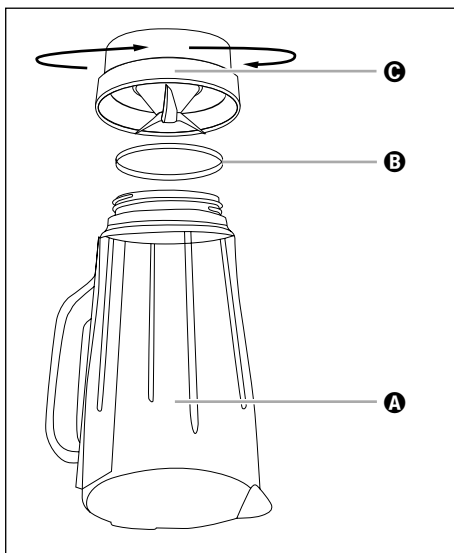

Fig. 4
- 2) Coloque o aparelho de cabeça para baixo e rode a peça de plástico **C** do copo misturador **3**, no sentido contrário ao dos ponteiros do relógio, de modo que a peça de vidro **A** do copo misturador **3** se possa soltar (ver fig. 4).